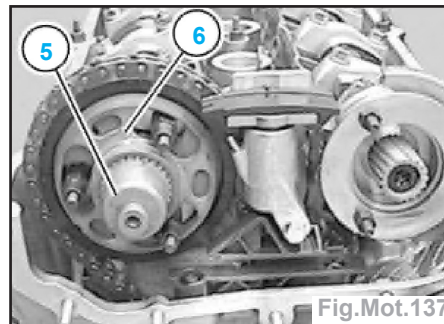

Fig.Mot.137
- Extraire l'arbre cannelé (5) avec le manchon cannelé (6) (Fig.Mot.137).